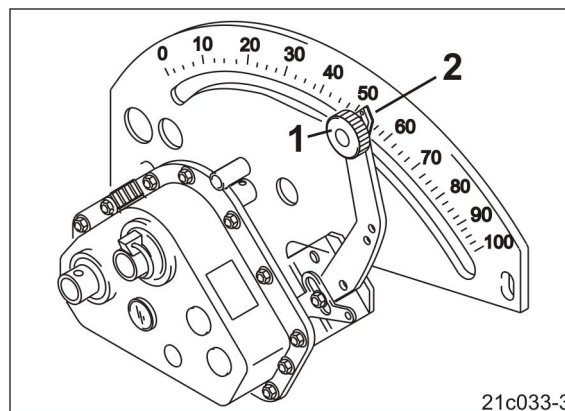

Рис. 127
7. Ослабьте фиксирующую головку (Рис. 127/1) на бесступенчатом редукторе.
9. Установите стрелку (Рис. 127/2) рычага редуктора **снизу** на значение редуктора.